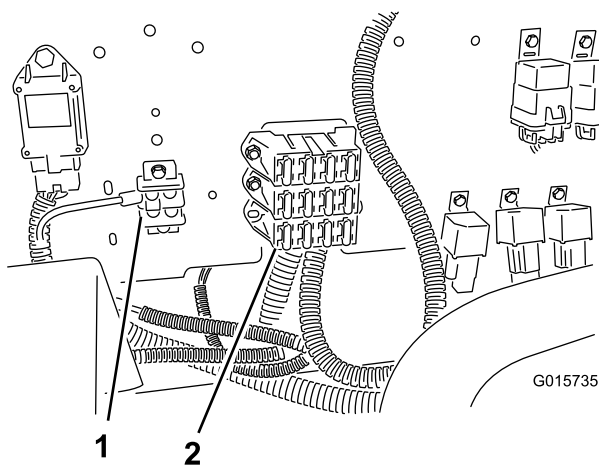

Figura 20
4. Localize os blocos de fusíveis existentes na máquina e instale o bloco de fusíveis ligado à cablagem eléctrica prendendo-o na parte inferior do bloco de fusíveis acima dele (Figura 20).
5. Prenda o terminal de ligação à terra na cablagem eléctrica ao bloco terminal de ligação à terra (Figura 20).